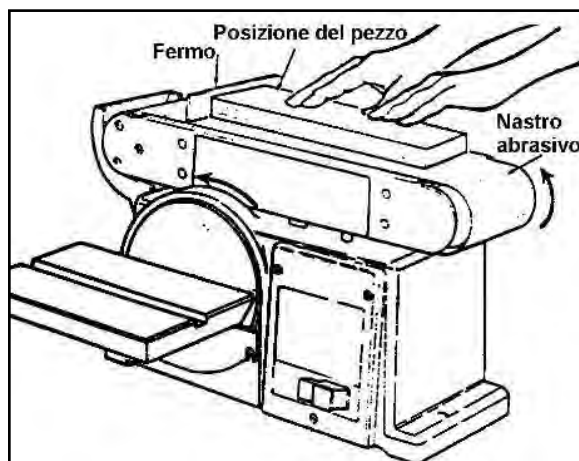

Figura 18 – Levigatura superficiale.
3. Appoggiare il pezzo da levigare sul nastro, dopodiché spingerlo leggermente fino ad appoggiarlo al supporto ferma - pezzo evitando di toccare il nastro stesso con le dita o con le mani (Figura 18).